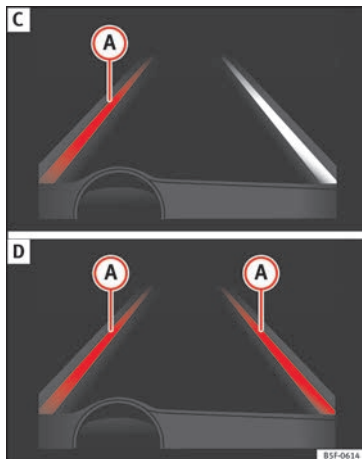

Abb. 213 Im Display des Kombiinstrumenten:
- System arbeitet; die hervorgehobene Linie **A** zeigt an, dass die Gefahr einer unabsichtlichen Überschreitung der Begrenzungslinie bestand. Das System korrigiert über die Lenkung die Fahrtrichtung » **Abb. 213 C**.
- Die beiden hervorgehobenen Linien **A** leuchten gleichzeitig auf, wenn beide Begrenzungslinien erkannt sind und die Funktion für zentrale Spurführung » **Abb. 213 D** eingeschaltet ist.